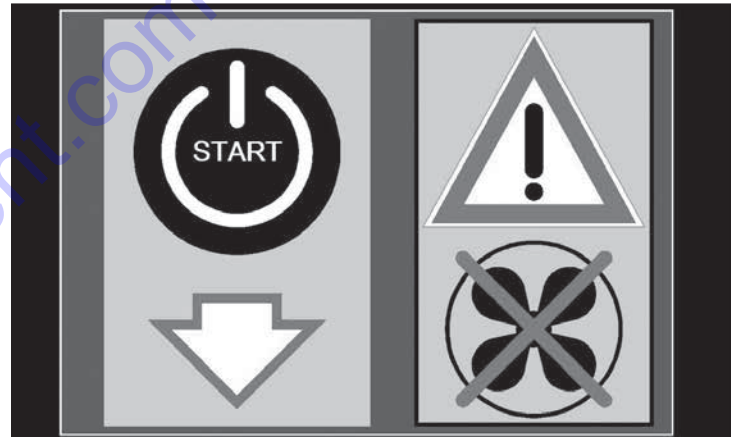

Figure 42
- L'appareil de chauffage s'arrêtera automatiquement et le module de commande affichera la panne semblable à celle illustrée sur la Figure 42.